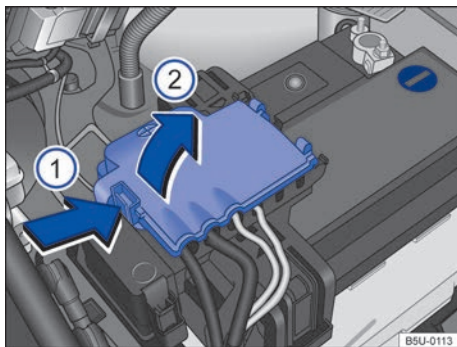

Fig. 167 Compartimento do motor: acesso ao terminal positivo da bateria.
- Abrir a cobertura do polo positivo. Para abrir pressionar a trava no sentido da seta → Fig. 167 ①, rebater a cobertura para o lado no sentido da seta ②.